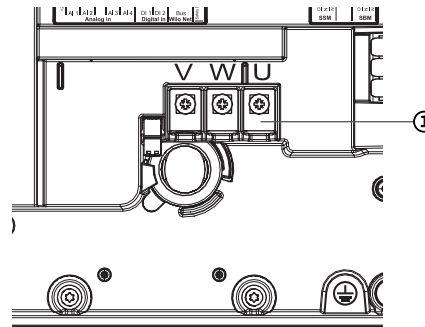

Fig. 114: Bornes de raccordement du moteur V, W, U
5. Desserrer le câble de raccordement du moteur (Fig. 114).